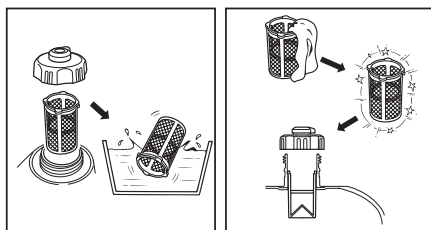

Рис. 14
- Затяните крышку бака. Рис. 14